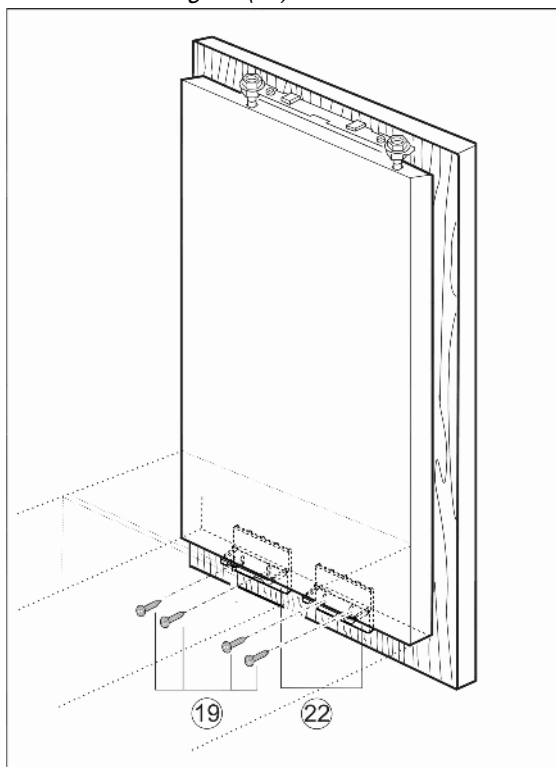

Fig. 16
- ▶ Deur van het apparaat met schroeven Fig. 16 (19) door de bevestigingshoek Fig. 16 (22) op de kastdeur vastschroeven.